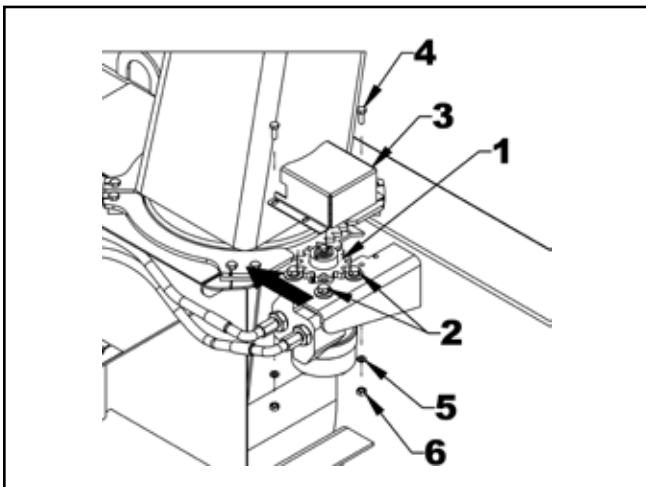

Figure 25. Réglage du moteur
7. Figure 25 : Poussez le moteur vers la goulotte pour engager complètement les dents de l'engrenage sans les bloquer. Serrez fermement les quatre boulons 3/8 po NC x 1 po (2). Si le rotateur ne fonctionne pas sans heurt, refaites le réglage.
8. Installez le dispositif de protection d'engrenage (3) et fixez-le à l'aide de deux boulons 1/4 po NC x 3/4 po, de rondelles de blocage et d'écrous (4, 5, 6) comme illustré.